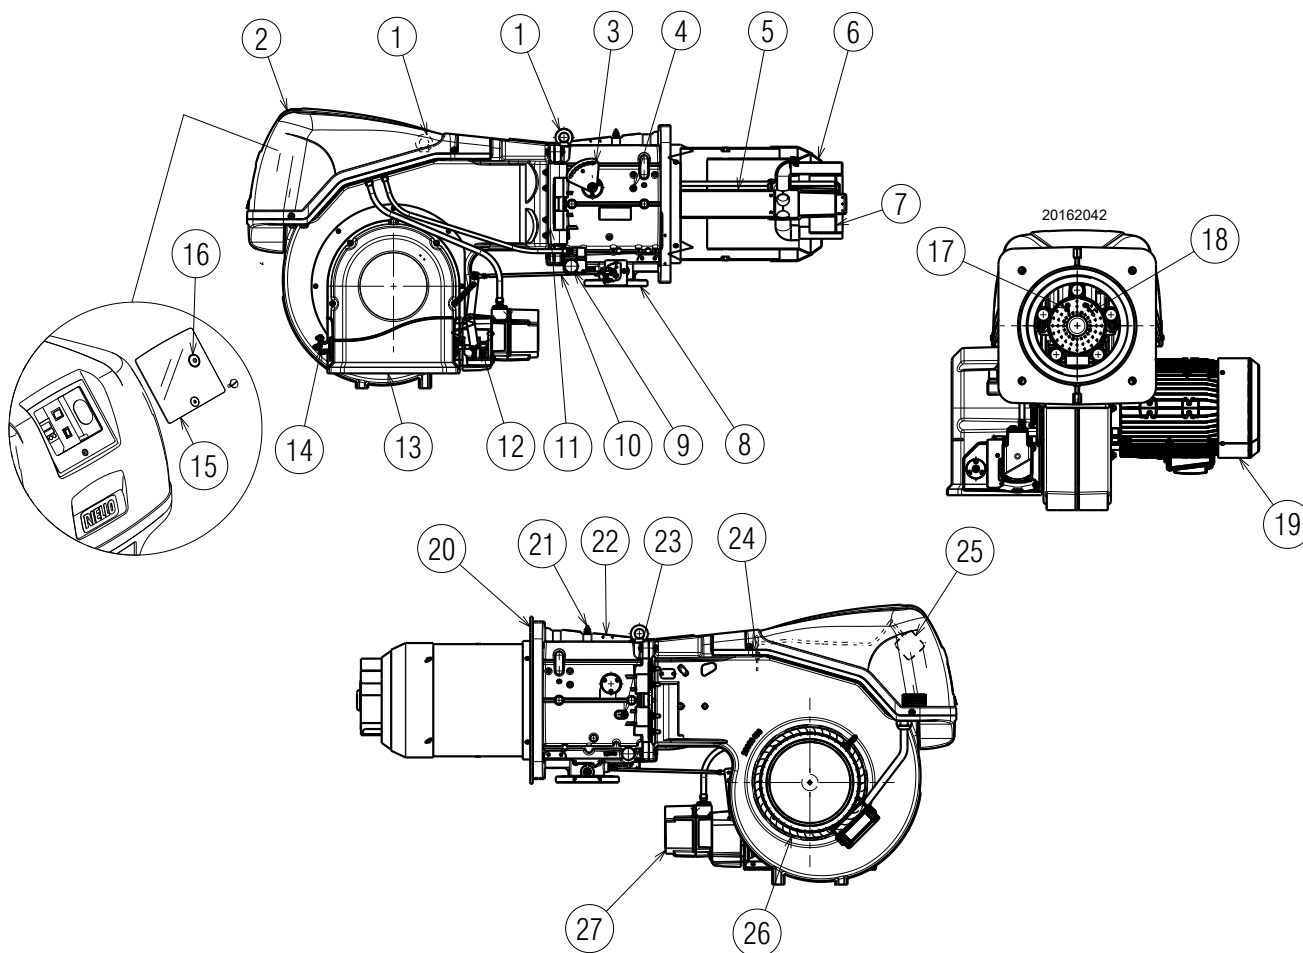

Fig. 4
- (1) Condiciones de referencia: Temperatura ambiente 20 °C - Temperatura gas 15 °C - Presión barométrica 1013 mbar - Altitud 0 m s.n.m.
(2) Presión en la toma 21)(Fig. 4) con presión cero en la cámara de combustión y a la potencia máxima del quemador.
(3) Presión sonora medida en el laboratorio de combustión del fabricante, con quemador funcionando en caldera de prueba a la máxima potencia. La potencia sonora se mide con el método "Free Field", previsto por la Norma EN 15036, y según una exactitud de medida "Accuracy: Category 3", como se describe en la Norma EN ISO 3746.